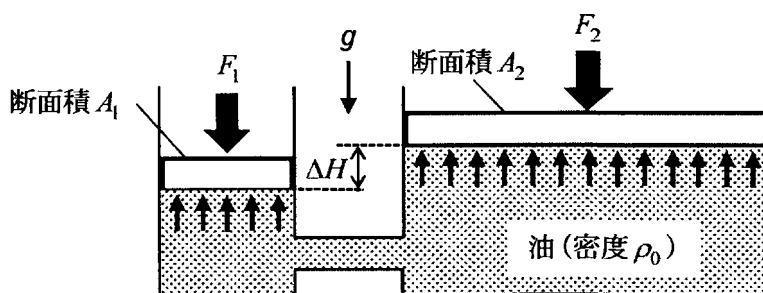

図1
- (1) 図1は、密度 ρ_0 の油で満たされた円筒容器とピストンで構成される装置を示したもので、大小二つの円筒容器は管で接続されている。ここで、断面積 A_1 のピストンには F_1 の力が、断面積 A_2 のピストンには F_2 の力が加えられており、両ピストンはその底面の高さの差 ΔH のところで静止している。また、重力の加速度を g とし、ピストンの質量は無視でき、ピストンは滑らかに動くものとする。
- 3) 図1のように、ピストンの高さの差がある場合、 F_2 は式①で与えられる値より 3 だけ小さくなる。